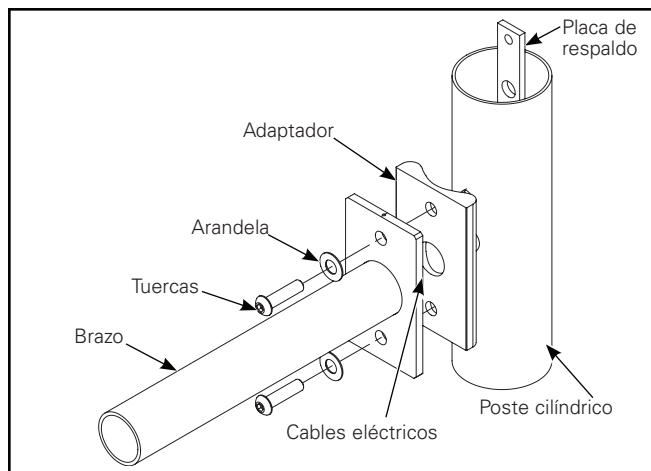

Figura 8.
### Brazo recto (Figura 8)
2. Solo para postes redondos: instale el adaptador de placa redonda con la parte redonda orientada hacia el poste (Figura 8). Alinee los orificios superior e inferior.